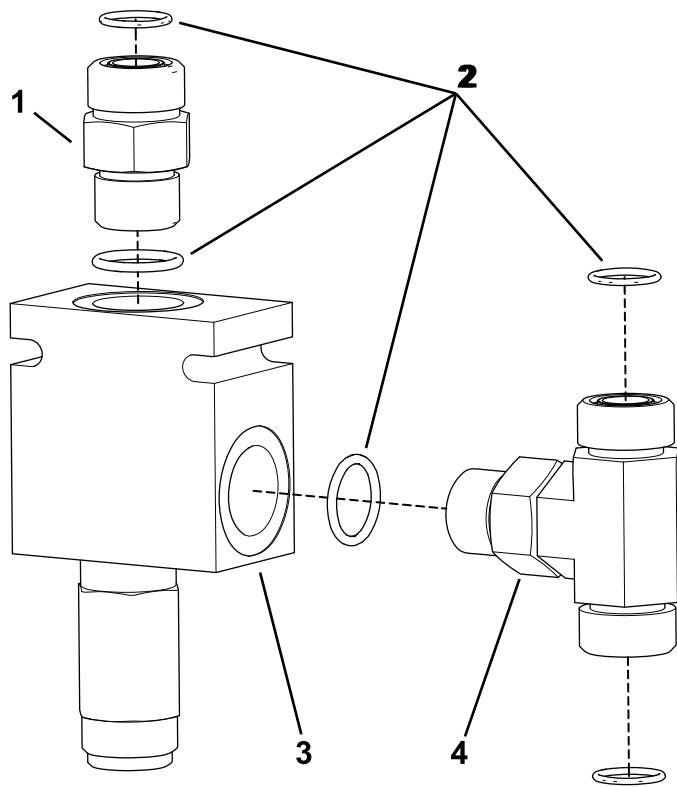

Bild 9
3. Befestigen Sie das Adapteranschlussstück (5/8" x 5/8", Außengewinde) und das T-Adapteranschlussstück (5/8", Außengewinde) am linken Verteiler, wie in Bild 9 abgebildet.